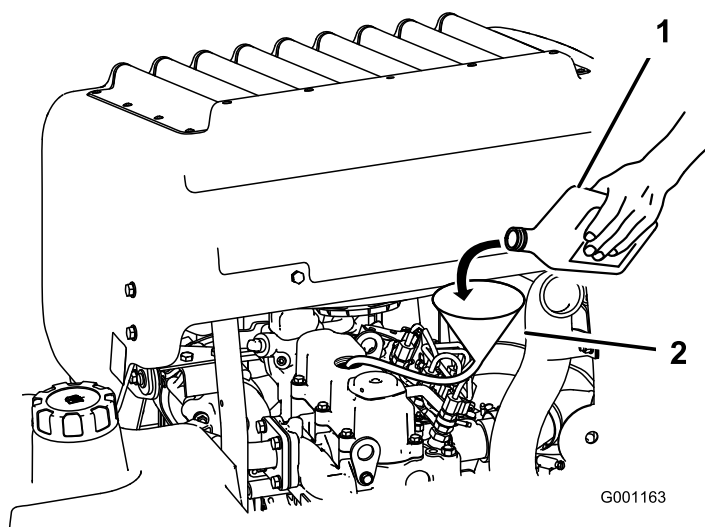

Bild 37
3. Verwenden Sie einen Schlauch und Trichter, wenn Sie Öl nachfüllen müssen (Bild 37).